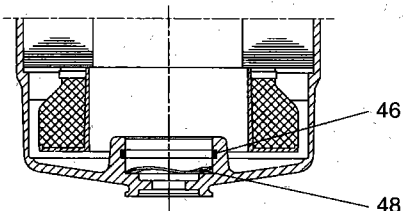

Fig. 1
Prensar el anillo tórico, pos. 46, en la cavidad y montar el muelle ondulado, pos. 48, en el fondo del estator, ver fig. 1.